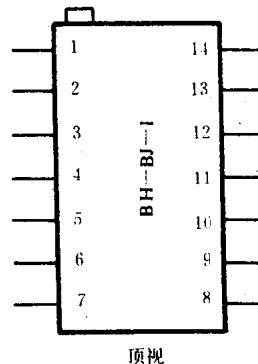

图1-1(b) BH-BJ- I 引脚排列
BH-BJ- I 各引脚功能是：第①、②、③脚组成调制振荡器，②脚电阻一般可取 $30k\Omega$ 左右，改变其阻值，可以改变振荡频率的高低。③脚接一振荡电容器，一般可取 $10\mu F$ 左右，改变其容量，可以微调振荡频率。第④、⑤、⑥脚组成音频振荡器，被调制后的音频信号从第⑥脚输出，通过外接功放三极管加以放大，即可推动扬声器放出响亮的报警声响。第⑧、⑫脚为音调选择端，第⑬脚为振荡控制输出，当⑬脚与⑫脚相连，可发出回旋变调报警声响。它的启动和停止是通过第⑨、⑩脚构成的RS触发器来控制的。第⑨脚为置位端S，第⑩脚为复位端R。当⑨脚有零信号或负脉冲输入时，S端置位，集成块即输出回旋变调报警声。当⑩脚有零信号或负脉冲输入，集成块停止输出报警声进入静态。当第⑬脚与第⑧脚相连时，R、S端不起控制作用，集成块是否输出报警声由⑬脚的开关 S₁控制，见图1-1(c)。当 S₁闭合，第⑬脚接电源正端 V_{DD}时，集成块有间断报警声输出；当 S₁打开，报警声停止，电路进入静态。